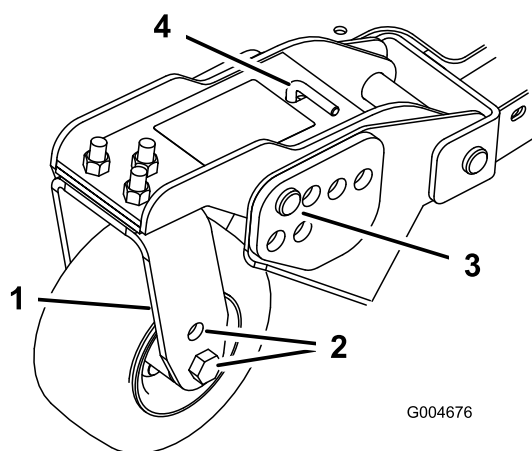
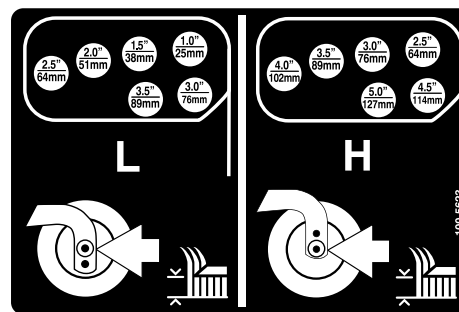

Bild 21
Bild 22
1. Stecken Sie die Laufradachsen in allen Laufradgabeln in die gleichen Löcher (Bild 19 und Bild 21).
- Entfernen Sie den Splint und die Lastösenbolzen von den Laufradgelenkarmen (Bild 21).
- Drehen Sie die Spannstange, um den Gelenkarm anzuheben oder abzusenken, bis die Löcher mit den ausgewählten Löchern in der Schnitthöhenhalterung im Mähwerkrahmen ausgerichtet sind (Bild 21 und Bild 22).